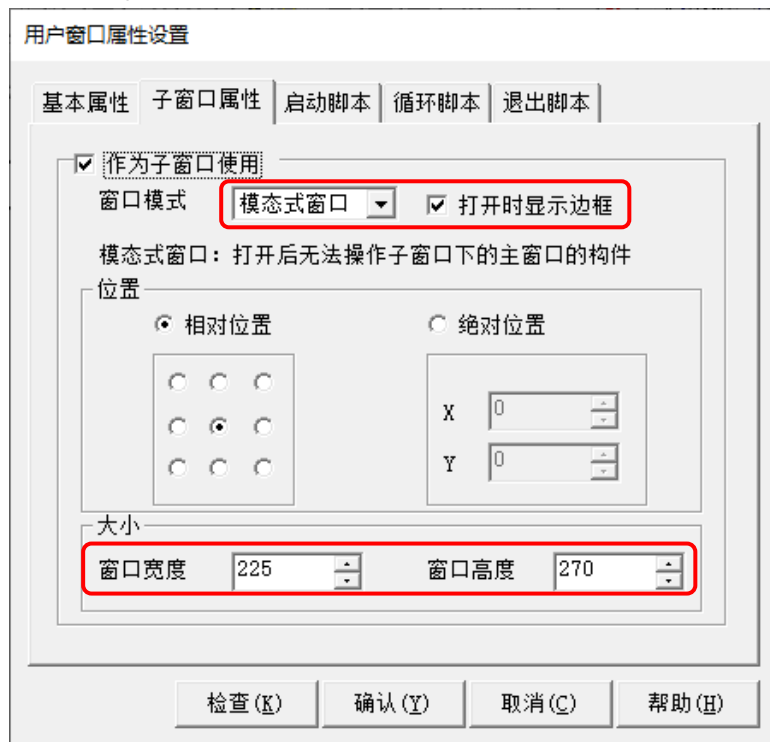

图 2.3-12 窗口打开方式
- ① 在自定义键盘所在的窗口【数值键盘】空白处双击，进入用户窗口属性设置；
- ② 如图 2.3-12 所示，勾选【作为子窗口使用】，根据需要设置窗口模式【模式式窗口】，并设置子窗口打开的大小（子窗口打开范围应包含所有构件）；